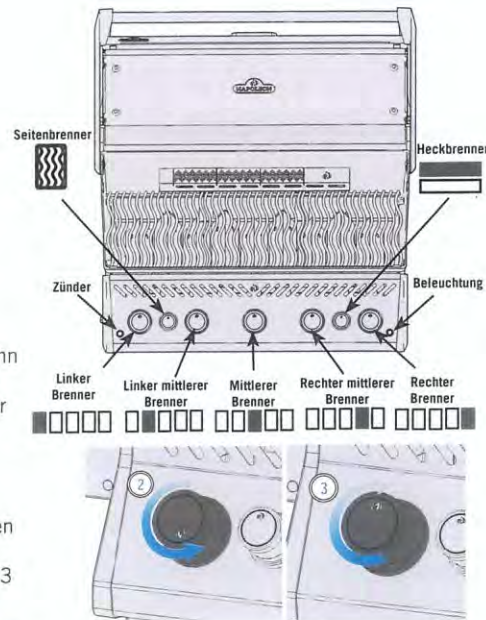

Abb. 1
4. Falls Zündflamme und Brenner nicht binnen fünf Sekunden zünden, drehen sie den Bedienknopf im Uhrzeigersinn zurück auf AUS. Warten Sie fünf Minuten, bis sich das Gas verflüchtigt hat. Wiederholen Sie Schritt 2 und 3 oder verwenden Sie ein Streichholz zum Anzünden. (Abb. 1)
5. Falls der Brenner nicht zündet, drehen sie den Bedienknopf im Uhrzeigersinn zurück auf AUS. Warten Sie fünf Minuten. Wiederholen Sie Schritt 3 und 4. (Abb. 1)